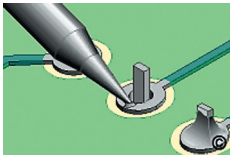

Рис. 4. Одновременный контакт с КП монтажного отверстия и выводом элемента
- Поднесите жало паяльника таким образом, чтобы был обеспечен одновременный контакт с КП монтажного отверстия и выводом элемента, прогрейте 0,5–1 с (рис. 4).